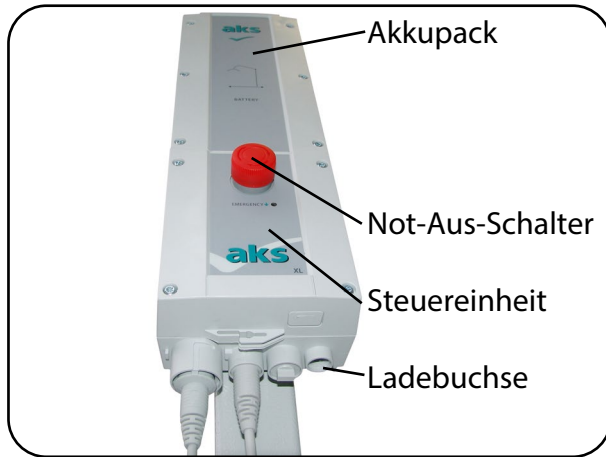
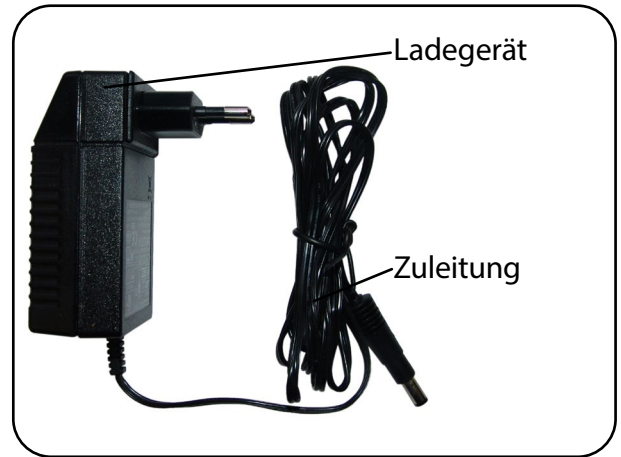

Abb. 8.7.04 - Steuereinheit mit Ladebuchse
Abb. 8.7.05 - Ladegerät mit Zuleitung
Das Akkupack kann ausschließlich mit dem mitgelieferten Ladegerät (Abb. 8.7.05) entweder direkt auf der Steuereinheit oder mit der als Zubehör lieferbaren Wandladestation (siehe Kapitel **Zubehör/Kombination**) geladen werden. Die Ladebuchse befindet sich an der Unterseite der Steuereinheit (Abb. 8.7.04).
Beachten Sie beim Laden des Akkupacks, dass das Produkt zuerst mit dem Ladegerät verbunden wird. Erst danach sollte das Ladegerät ans Stromnetz angeschlossen werden. Stecken Sie das Ladegerät nur in hängender Position in die Netzsteckdose (Abb. 8.7.05). Damit ist sichergestellt, dass die Zuleitung nicht abgeknickt wird.
2. Stecken Sie die Zuleitung (Abb. 8.7.05) in die Ladebuchse der Steuereinheit (Abb. 8.7.04).
3. Stecken Sie das Ladegerät (Abb. 8.7.05) in eine Netzsteckdose; Anschlusswert: siehe Kapitel Technische Daten Abschnitt **Elektrische Daten**.